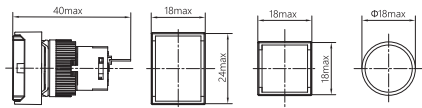
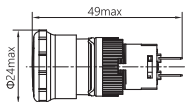

图2 NP6-DS、D、BS、B、XD外形尺寸示意
图6 NP6-ZS外形尺寸示意
**3.1** 按钮安装开孔直径为 $\varnothing 16$ ，按钮安装孔中心距最小距离应保持25mm，外形尺寸见图2～图6，型号规格重量见箱贴。